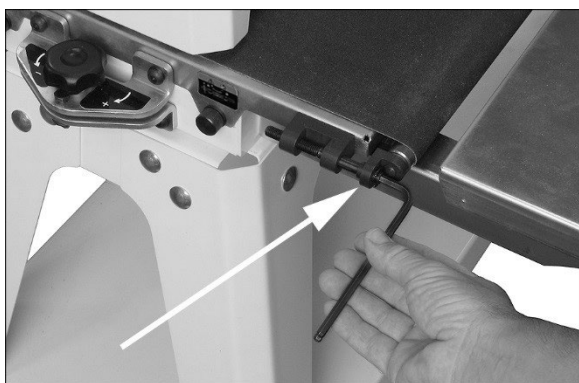

Abb. 8-3: Einstellung der Vorschubband-Spannung
2. Die Einstellschrauben (Abb. 8-3) auf beiden Seiten des Vorschubbandes mit einem 5-mm-Inbusschlüssel verstellen. Beiderseits gleich, um auf beiden Seiten in etwa die gleiche Bandspannung zu erhalten.